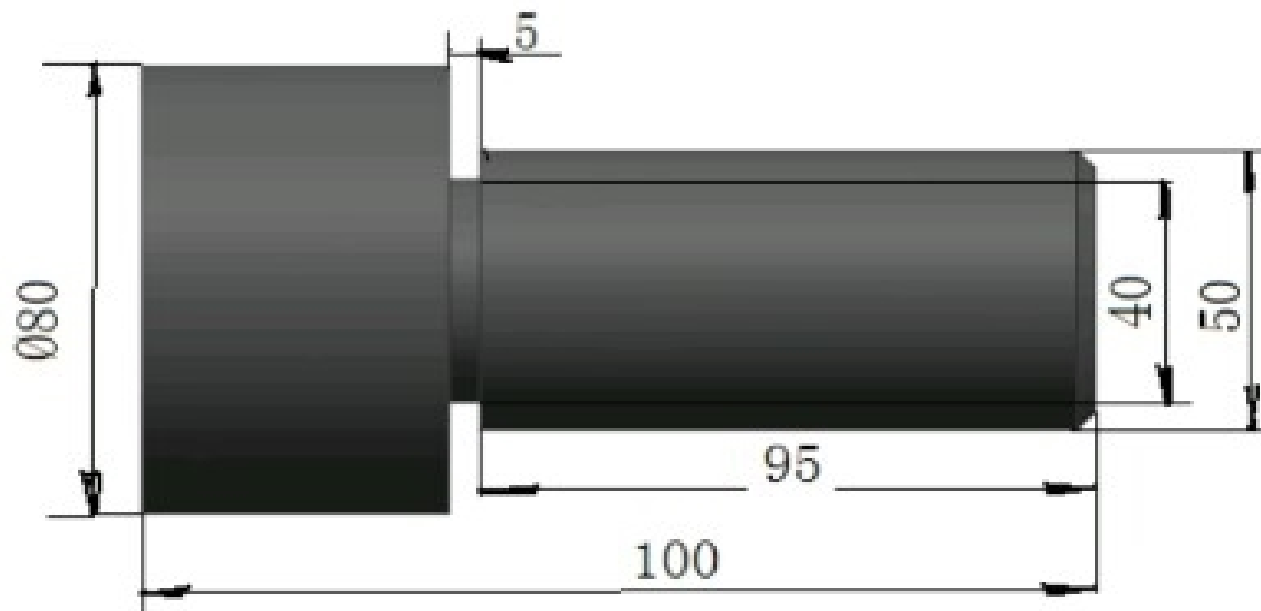

图4-9 切槽
- 外径切削循环功能适合于在外圆面上切削沟槽或切断加工如图4-9
- 例题1 切槽刀宽5mm如图4-9